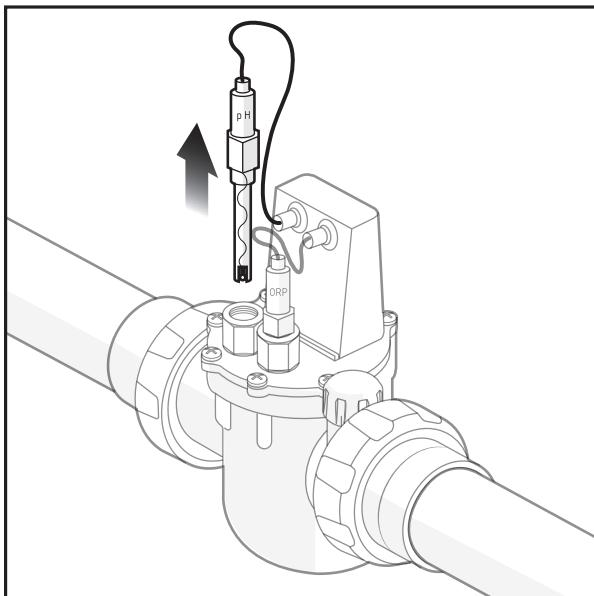

Figure 6. Retirer le capteur de pH
5. Desserrer le raccord de compression bleu gauche et soulever délicatement le capteur de pH du boîtier en plastique, NE PAS toucher le tube de verre, se reporter à la Figure 6.